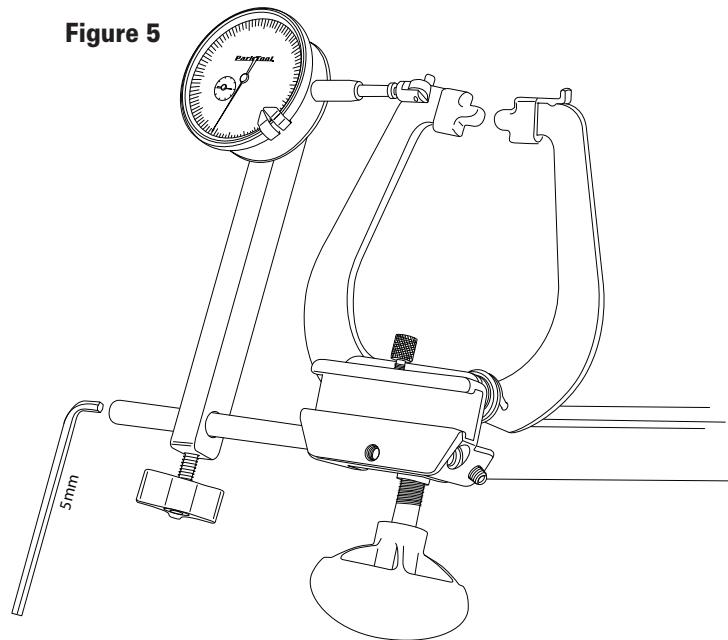

Figure 6
6. Installer le cadran de mesure du saut en glissant la tige (Réf. 7) dans le support de fixation (Réf. 2) en suivant les indications de la Figure 6. Fixer le tout en serrant la vis (Réf 8).